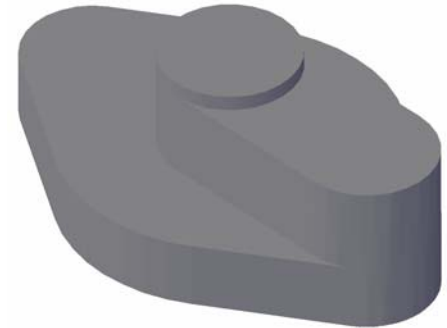

Рис. 36
- Командой **выдавить (_extrude)** выдавливаем внешний плоский контур на величину 22мм, контур 3 (см. рис. 3, б) на 50мм и окружность 4 на 55мм (рис. 36).